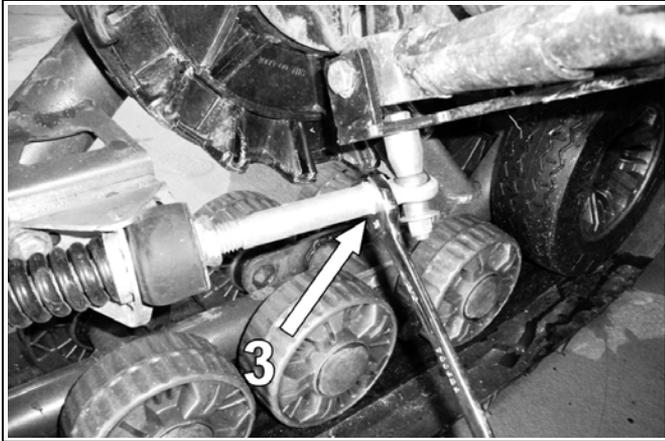

Abbildung 9
HINWEIS: In einigen seltenen Fällen, wenn Überwurfmutter (1) zum Zusammendrücken der Feder durch Einstellungen das Ende der Gewindestange erreicht hat, verlängern Sie die Stange, indem Sie die Gegenmutter lösen (Teil 3 in Abbildung 9) und die Stange heraus-schrauben, um max. 19 mm sichtbares Gewinde zu erhalten. Ziehen Sie die Gegenmutter wieder fest.